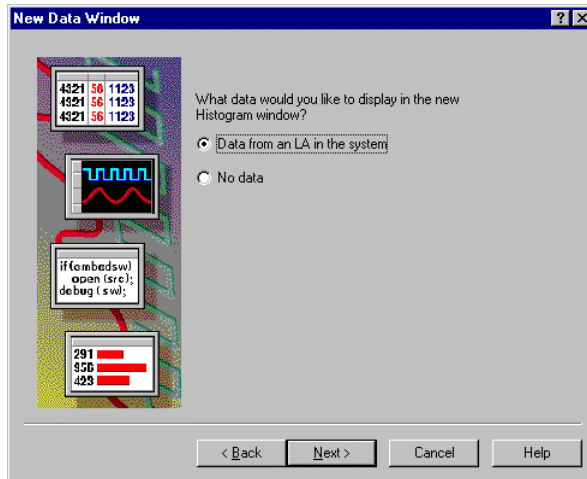

図 E-13 : [New Data Window]ウィザードの 2 番目のダイアログ・ボックス
3. 図 E-13 のダイアログ・ボックスが現れるので、[Data from an LA in the system]オプション・スイッチが選択されていることを確認し、<Next>ボタンをクリックします。